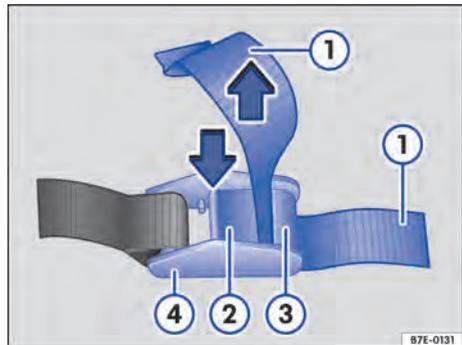

Fig. 125 Apertar o cinto de retenção.
- Verificar antes de apertar: a alavanca → Fig. 125 ② não pode ficar posicionada por cima da carga, de outras bordas ou objetos salientes.
- Pressionar e manter pressionada a alavanca → Fig. 125 ② da peça de retenção ④.
- Passar o cinto de retenção → Fig. 125 ① de trás para a frente entre a alavanca ② e a saliência ③.
- Apertar o cinto de retenção → Fig. 125 ① e soltar a alavanca ②.
- Mover a alavanca → Fig. 125 ① na posição ③.
- Puxar o cadarço do cinto de segurança → Fig. 125 ③ por trás pelo eixo com fenda ④ e apertar o cinto.
- Mover a alavanca → Fig. 125 ① entre as posições ① e ② para trás e para frente até que o cadarço do cinto tenha se enrolado duas a três vezes ao redor do eixo com fenda → ⚠.
- Pressionar o cursor → Fig. 125 ② para fora e mover a alavanca ① in Position ① para a posição A. A catraca está fechada e travada.
- Mover a alavanca → Fig. 125 ① para posição ③ até que o cursor ② encaixe na ranhura final ⑤. O eixo com fenda ④ está no modo de movimento livre.
- Retirar o cinto com catraca → Fig. 125 ③ da catraca.